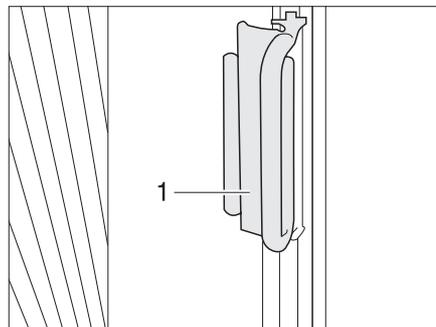

Fig. 27 Bloccaggio delle tendine oscuranti pieghevoli per il finestrino del conducente/passeggero
- Spingere le tendine oscuranti pieghevoli per il finestrino del guidatore e del passeggero sul soprizzo con l'impugnatura (Fig. 27,1). La tendina oscurante pieghevole è ora bloccata.